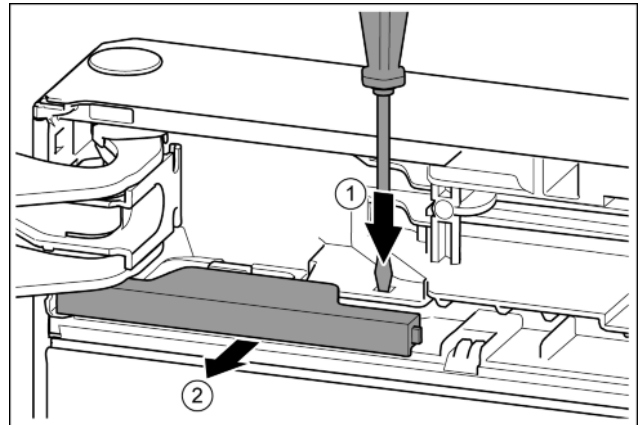

Fig. 10
- Odvijačem s ravnom glavom pritisnite jezičac. Fig. 10 (1)
- Izvucite pokrov iz uskočnog zatvarača. Fig. 10 (2)